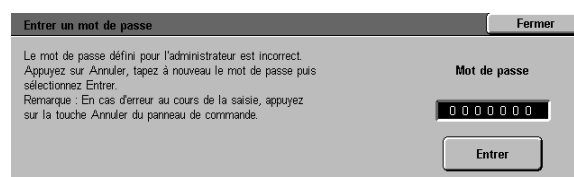

Figure 5 : Écran Entrer un mot de passe
- 2 Appuyez sur la touche du mode **de gestion par l'Auditron** pour afficher l'écran Entrer un mot de passe (voir la figure 5).